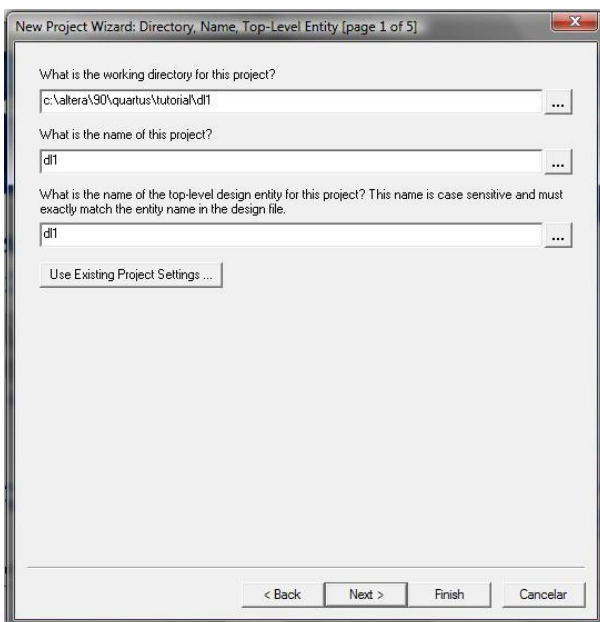

Figura 1
1. Elegimos el directorio de trabajo (*c:\directorio\_de\_trabajo\tutorial\dl1*), el nombre del proyecto (*dl1*) y el nombre del top level entity de este proyecto (*dl1*). Ver Figura 1.